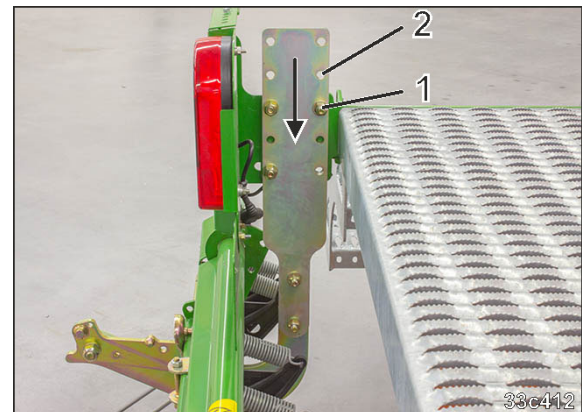

Fig. 188
- 2.1 Schrauben lösen (Fig. 188/1).
- 2.2 Halter in neues Lochbild versetzen (Fig. 188/2).